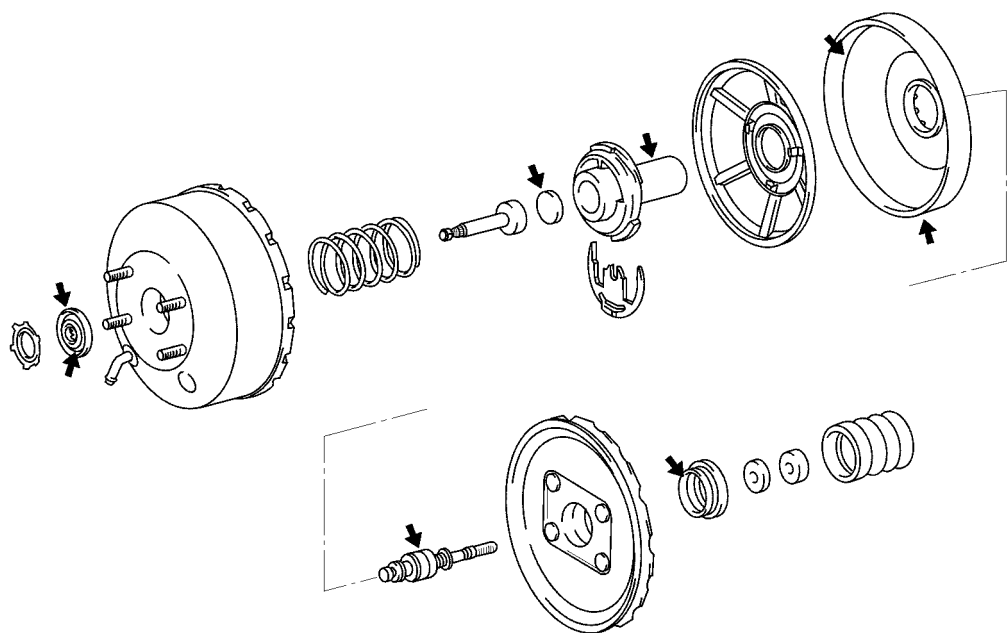

图 15-40 在各零件上涂敷硅润滑脂
- (1) 按图 15-40 所示在各零件上涂敷硅润滑脂。
- (2) 将壳体密封件装到前壳体上。将壳体密封件装到正确位置，用圆环固定住。
- (3) 将操作杆装到阀体上。